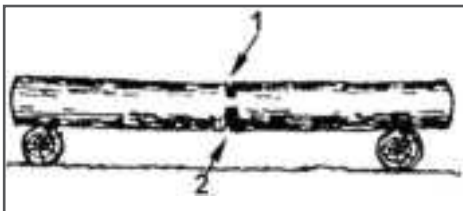

Рис. 15 Пропилы при раскрыжевке дерева на двух опорах
1. Бревно лежит на двух опорах (Рис. 15). Разгрузочный пропил (1) на  $1/3$  бревна делается сверху. Основной пропил (2) делается снизу навстречу разгрузочному пропилу.